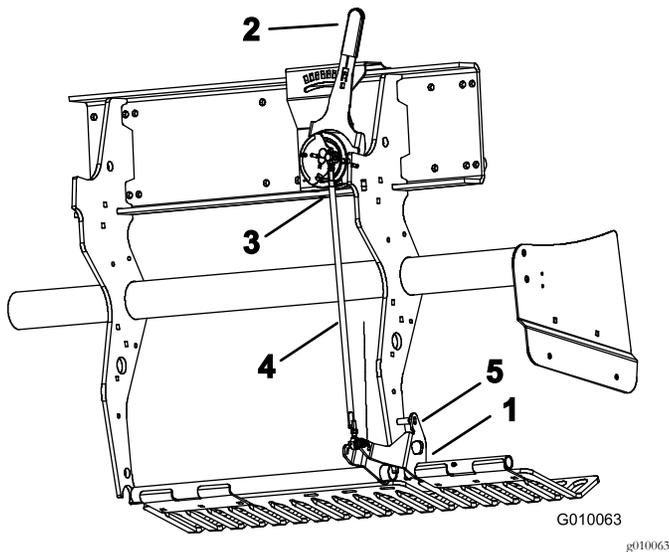

Рисунок 58
2. Поверните монтажный кронштейн левого травотбойника (Рисунок 58) вверх так, чтобы между кронштейном и трубой настройки глубины аэрации, приваренной к раме, можно было ввести стопорный штифт (штанга или болт 5/16 дюйма).
5. Ослабьте контргайки (левую и правую) на тяге регулировки глубины аэрации (Рисунок 58).
3. Переведите рычаг регулировки глубины аэрации (Рисунок 58) на настройку Н (самую глубокую).
4. Отсоедините наружный шариковый выключатель (Рисунок 58) от жгута проводов (переключатель «Вал опущен»).